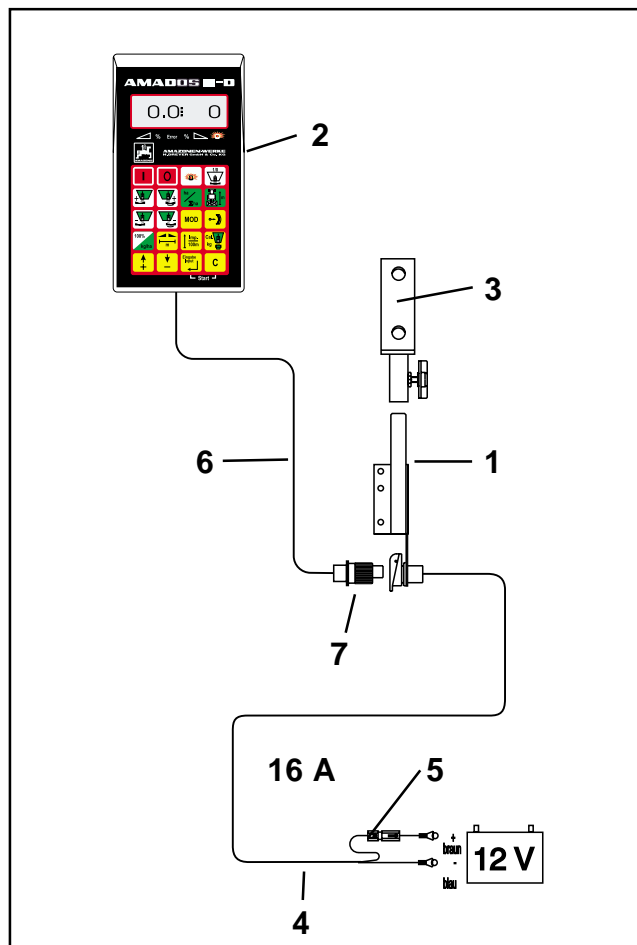

Fig. 10
Grundkonsollet (Fig. 10/1) skal monteres i højre side af førerkabinen så den er nem at betjene. (farven på monteringsdelene skal fjernes).
Man skal ubetinget være opmærksom på at regneren (Fig. 10/2) har en god stelforbindelse over konsollet: Farven slibes af på monteringspunkterne.
- Holderen (Fig. 10/3) der er skruet på AMADOS III-D stikkes på røret til grundkonsollet og sættes fast i den ønskede stilling med vingebolt.
- Batteritilslutningskablet (Fig. 10/4) til strømforsyningen tilsluttes direkte til traktorbatteriet (12 V) og kablet sættes fast.
- Ledningen (Fig. 10/5) med sikring (16A) tilsluttes den **brune ledning** og forbindes med traktorbatteriets **pluspol**.
- Strømkablet (Fig. 10/6) fra AMADOS III-D forbindes med stikdåsen (Fig. 10/7).